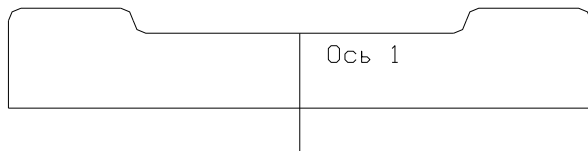

Рис.23.3.
4. Дзеркально відобразити контур відносно осі OY(Ось 1) і замкнути контур (рис.23.3.).